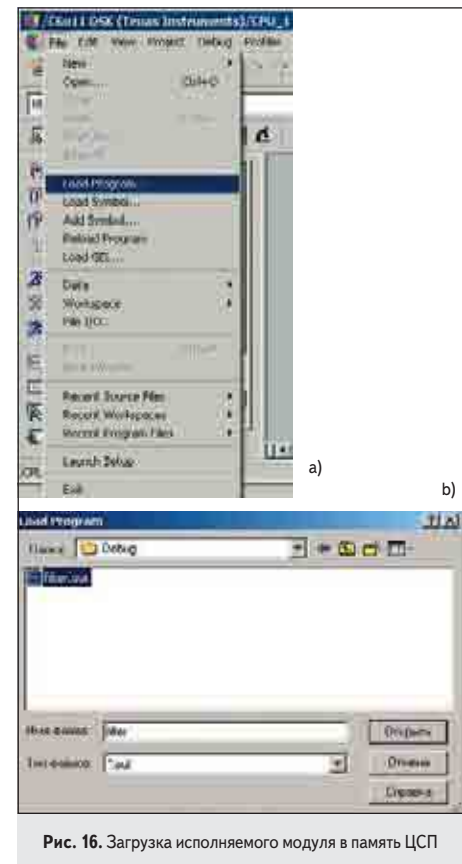

Рис. 16. Загрузка исполняемого модуля в память ЦСП
- Компиляция всех файлов проекта (значок  на панели быстрых кнопок CCS). При этом все файлы с расширением «.crr» транслируются в объектные модули (файлы с расширением «.obj»). Затем объектные модули компонуются в выходной файл с расширением «.out». Выходной файл содержит исполняемый бинарный модуль. Исполняемый модуль необходимо загрузить в память процессора. Это происходит автоматически в режиме *Load Program After Build*. Кроме того, это можно сделать через главное меню CCS: в пункте *File* выбрать подпункт *Load Program* (рис. 16а). В появившемся окне указать место расположения (папка *Debug* проекта), тип (.out) и имя загружаемого файла (рис. 16б).